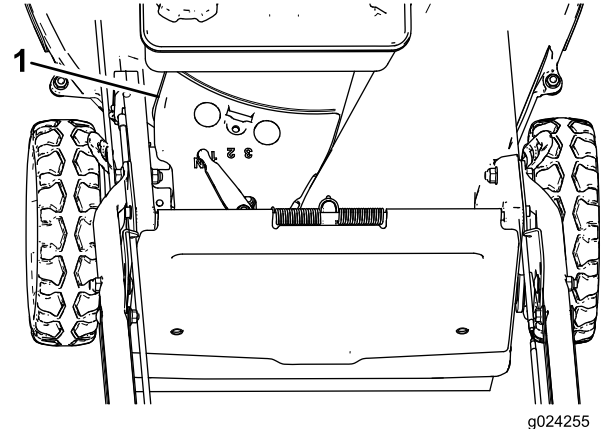

Figura 34
3. Retire la cubierta de la correa (Figura 34).